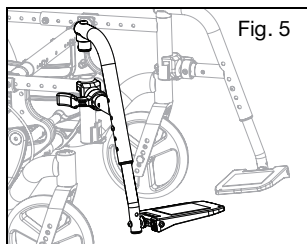

Fig. 5
- Inserte el receptor pivotante del swing-away en el alojamiento que se halla en el tubo frontal del chasis, con el apoyapiés mirando hacia adentro o hacia afuera con respecto al chasis (Fig. 5).